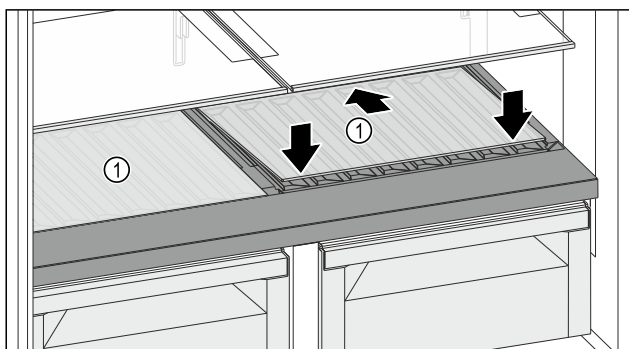

Fig. 133
- 向后下方倾斜放置玻璃隔板 Fig. 133 (1)。
- 放低玻璃隔板 Fig. 133 (1) 前部。